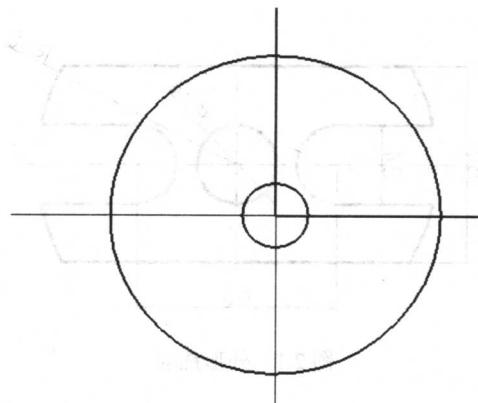

图 2.3 画两个圆
(3) 创建图形轮廓。按 F9 键显示坐标轴。
①选择“回主功能表”|“C 绘图”|“A 圆弧”|“P 极坐标”|“C 圆心点”|“O 原点(0, 0)”命令，根据提示，输入半径：60，输入起始角度：0，输入终止角度：360，极坐标画弧，请指定原心：再选“O 原点(0, 0)”，输入半径：12，输入起始角度：0，输入终止角度：360°，结果画出了两个圆。如果屏幕上看不见图形或显示大小不合适，可以用屏幕上方的“适度化”和“缩小至 0.8 倍”快捷图标，使图形显示在屏幕上合适的位置，结果如图 2.3 所示。